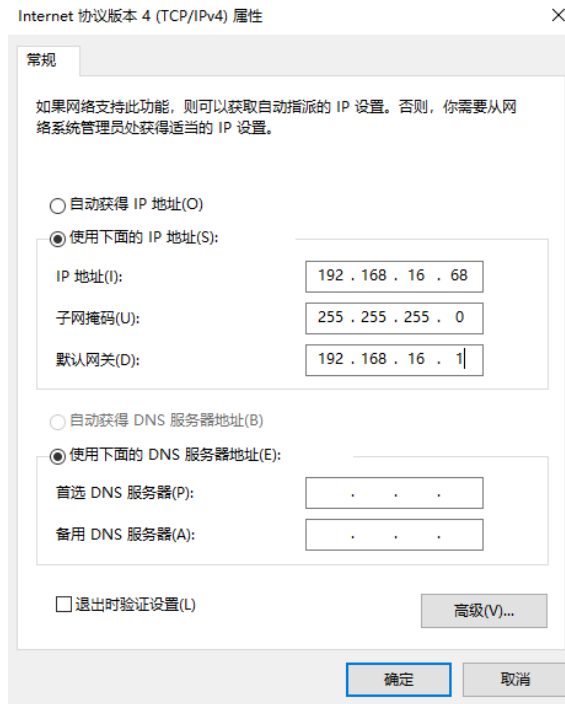

图2-3 PC 网口 IP 配置
1. 打开电脑上的控制面板，依次点击“网络和 Internet” > “网络和共享中心” > “更改适配器配置”，然后选择对应的网卡，如图 2-3 所示。